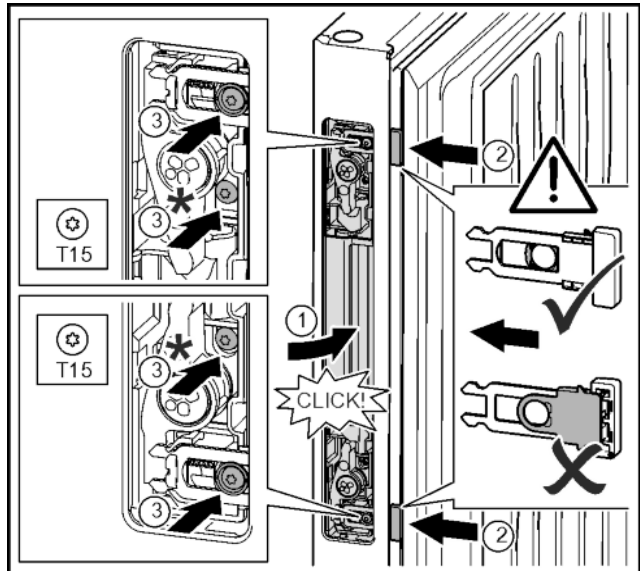

Fig. 22
- ▶ Türöffnungshilfe in Öffnung der Gegenseite einschwenken und einrasten. Fig. 22 (1)
- ▶ Türöffnungsschieber durch Aussparungen schieben bis sie einrasten. Fig. 22 (2)
- ▶ Schrauben samt Kunststoffkragen mit Schraubendreher T15 festdrehen. Fig. 22 (3)